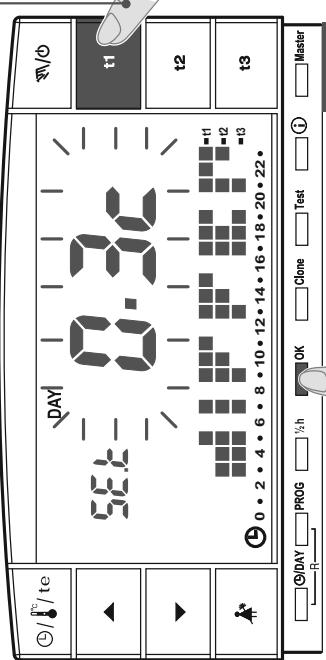
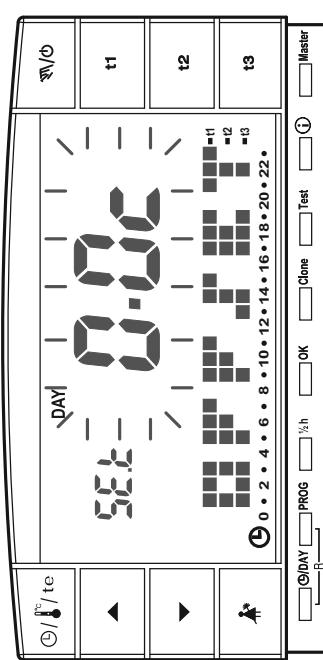

fig. 38
fig. 39
- Mantener presionada la tecla t1 hasta que aparezca el **mensaje parpadeante** del valor configurado del Diferencial (ejemplo fig. 38 - configuración de fábrica **0,3°C**).
- Presionar **OK** (fig. 38) para pasar a la configuración del ajuste (Offset) (fig. 39).